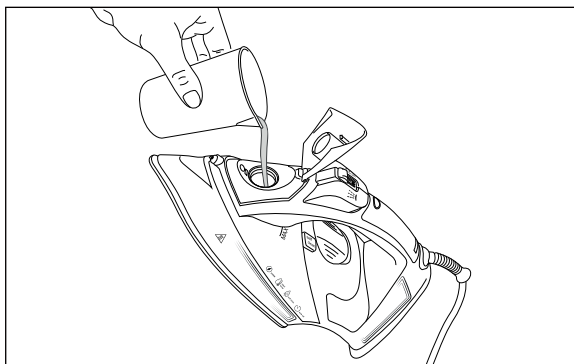

Fig. 4
- 3) Llene el vaso medidor ⑮ con agua corriente o agua destilada. Utilice el vaso medidor ⑮ para llenar el depósito de agua ⑱ (consulte la fig. 4).